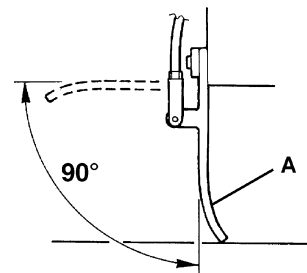

Abbildung 15
- Das Flap-Pedal vorn (5) treten und prüfen, dass der Vorderflap (A, Abb. 15) nach oben um 90° dreht (siehe Abbildung); das Pedal freilassen und prüfen, dass der Flap in Anfangstellung zurückkehrt und in einer mittleren Stellung nicht bleibt. Falls nötig, zum Einstellen bzw. Ersetzen des Kabels des Vorderflaps, siehe die Service-Anleitung.